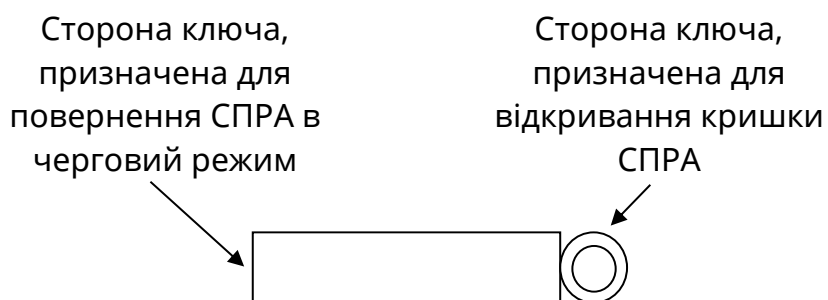

Рисунок 3 – Ключ для обслуговування СПРА
5.1 Підключати СПРА до СПСА слід згідно рисунка 1. Щоб закріпити СПРА на робочій поверхні і підключити АІ, необхідно за допомогою спеціального ключа (рис.3) відкрити кришку корпусу.
- вставити ключ (рис. 3) в отвір в нижній частині корпусу СПРА і натиснути. Стрілки на кришці повинні змінити колір з червоного на чорний;